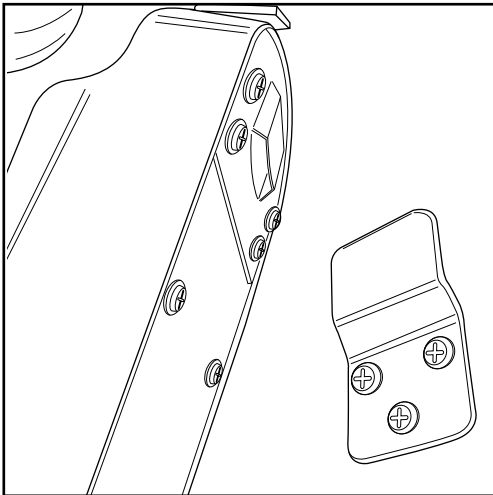

Fig. 4
- Posicione a grelha traseira (B) no eixo (G) do corpo do motor (H) e fixe-a inserindo e girando o anel de fixação (F) no sentido horário até ao completo bloqueio.
- Insira a hélice (A) no eixo (G) do motor exercendo uma ligeira pressão.
- Fixe a hélice (A) aparafusando no eixo o anel de fixação dianteiro (C) até ao completo bloqueio.
- Una a grelha dianteira (E) à traseira (B) pelo gancho (D) posto na grelha dianteira e bloqueie-as aparafusando o parafuso com uma chave de fenda. Feche os grampos em torno das bordas da grelha dianteira de modo que prendam as duas grelhas.
- Faça três furos na parede usando os furos do suporte (L) como referência. Aparafuse o suporte de fixação (L) na parede, utilizando os 3 parafusos (M).
- Pendure o ventilador na parede, encaixando o engate (I), posto atrás do braço (N), no suporte de fixação (L) fixado na parede (Fig. 4).
- Hang de ventilator aan de wand. Monteer hiervoor het koppelstuk (I) op de achterkant van de arm (N) op de montagebeugel (L) die aan de wand is bevestigd (Afb. 4).
- Placer den bagerste rist (B) på motorlegemets (H) akse (G) og fastsæt ved at isætte og dreje den dertil bestemte klemring (F) med uret, indtil fuldstændig blokering. - Sæt ventilatoren (A) på motoraksen (G), ved at trykke den forsigtigt. - Fastgør ventilatoren (A), ved at skruue den forreste klemring (C) på aksen, indtil fuldstændig blokering. - Saml den forreste rist (E) med den bagerste (B) vha. den dertil bestemte krog (D) på den forreste rist, og lås dem sammen ved at skruue vha. en skruetrækker og den dertil bestemte skruue. Luk klipsene på den forrestes rists kant, således at begge rister sammenkobles. - Bor tre huller i væggen, ved at bruge beslagets huller (L) som hjælp. Skru monteringsbeslaget (L) på væggen, ved at bruge de 3 skruer (M). - Hæng ventilatoren på væggen, ved samtidigt at isætte den dertil bestemte tilkobling (I), der findes bagpå støtten (N), på monteringsbeslaget (L) der er fastgjort til væggen (Fig. 4).